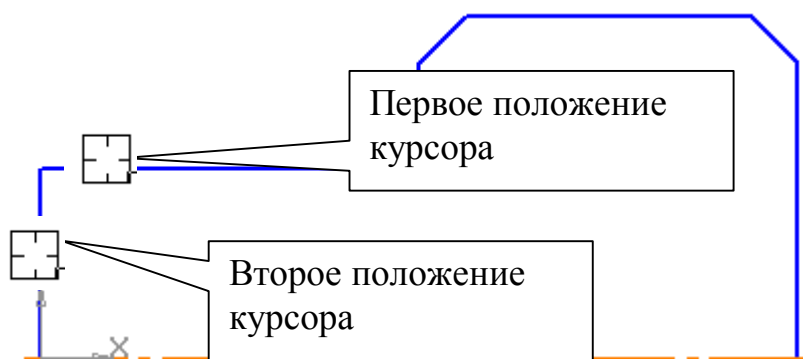

Рис. 68
- Для построения фаски с катетом 10 мм и углом  $30^\circ$  установите соответствующие значения в полях длины и угла. В данном случае для угла, отличающегося от значения  $45^\circ$ , важно правильно выбрать первое положение курсора. Так как величина «10» определяет горизонтальный размер, то необходимо первым указать горизонтальный отрезок, рис. 68.